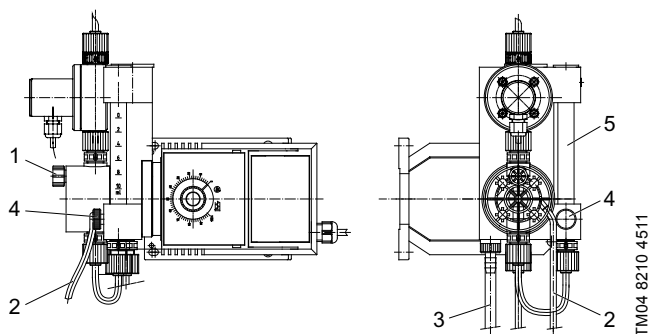

Рис. 19 Продувка насосов
- Откройте вентиляционный клапан дозирующей головки (1 на рис. 19), поворачивая его против часовой стрелки.
- Закройте вентиляционный клапан после того, как дозируемая жидкостью начнет выходить без пузырьков из шланга (2).
- Если процесс продувки проведен неверно или прерван, быстро закройте и откройте вентиляционный клапан (1) несколько раз (макс. на 1 оборот).